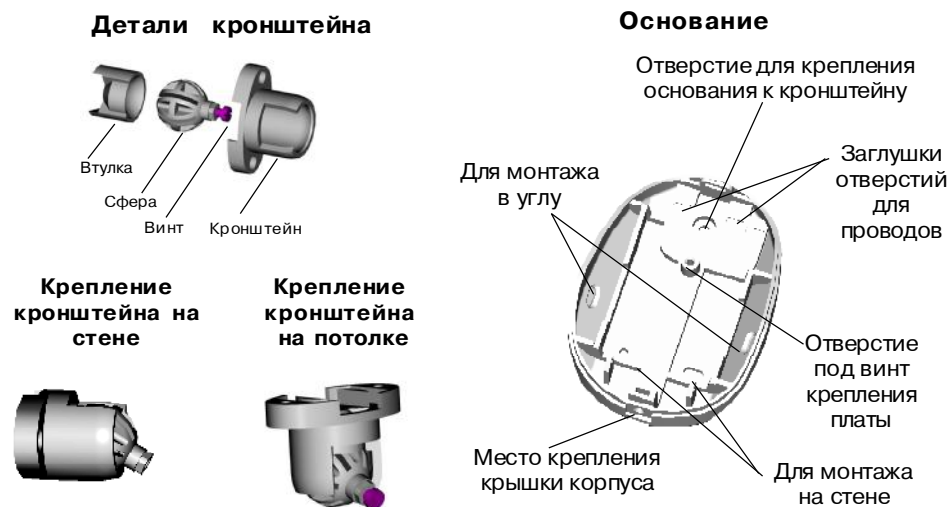

Рис. 71
- снимите крышку, вывернув при помощи отвертки винт, расположенный в нижней части основания извещателя (рис. 71).
- просверлите в основании извещателя отверстия (рис. 71), которые будут использоваться для прокладки проводов и крепления извещателя.